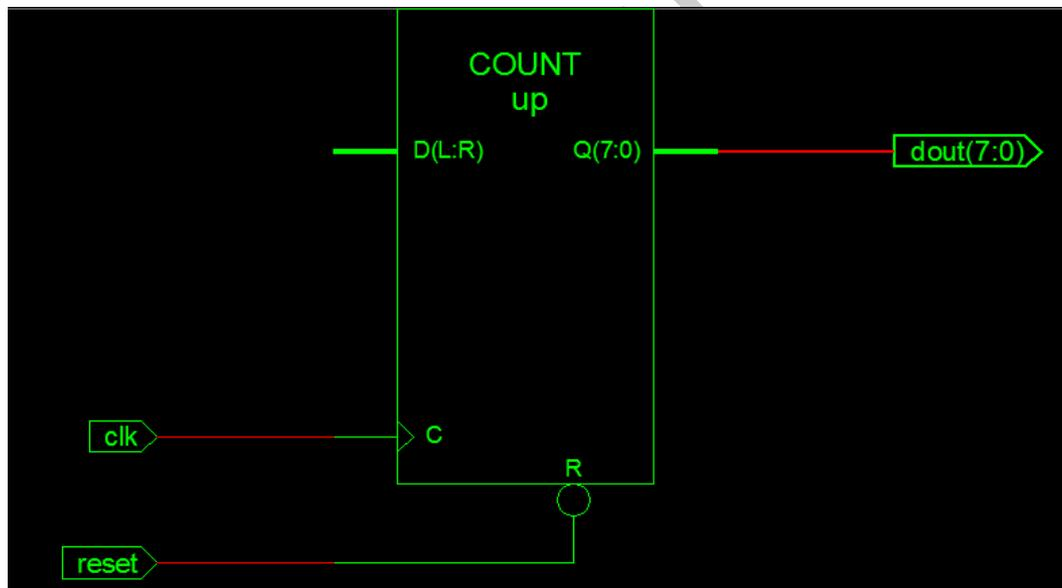

图27 例2-2的综合后的RTL结构示意图
- 综合完成之后，可以通过双击View RTL Schematics来查看RTL级结构图，察看综合结构是否按照设计意图来实现电路。ISE会自动调用原理图编辑器ECS来浏览RTL结构。对于例1，所得到的RTL结构图如图27所示，综合结果符合设计者的意图，调用了加法器和寄存器来完成逻辑。